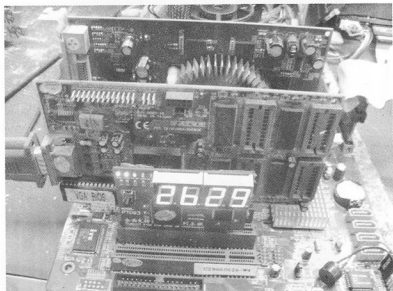

图 5-38 PCI 显卡（下面的显卡是 PCI 显卡）
(1) 用 PCI 显卡（见图 5-38）排除是否 BIOS 损坏导致检测不到显卡。